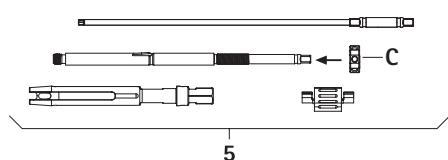

Fig. 11
- ▶ Skruva på spännmuttern C på innerhylsan, se Fig. 11.